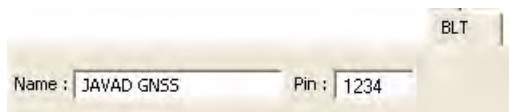

Рисунок 23. Подзакладка BLT
4. В закладке *Ports* выберите подзакладку *BLT* (Рис. 23).